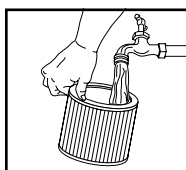

FIGURE 20
26. Ou rincez (depuis l'intérieur du filtre) avec de l'eau. **FIGURE 20.** Laissez sécher complètement (environ 24 heures).